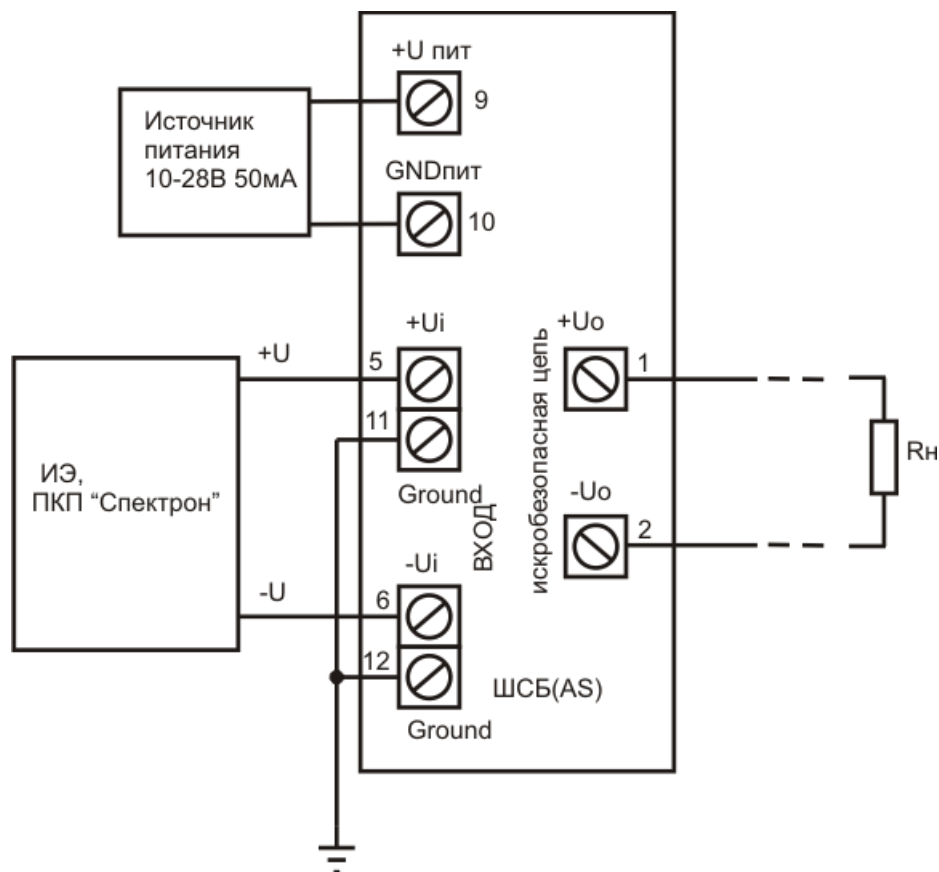

Рис.3 – Клеммные соединения барьера ШСБ-24(АС).
9.3 Активный барьер ШСБ(АС) подключается в соответствии с маркировкой рис.3.